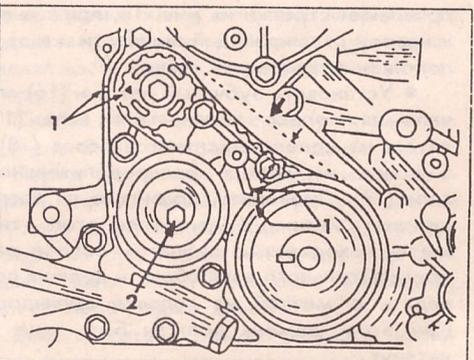

Рис. 88. Контроль натяжения малого ремня. В точке, указанной стрелкой, ремень должен иметь прогиб 5–7 мм. 1 метки 2 болт крепления натяжного ролика
- Проверить, лежат ли на одной линии метки. Пальцем руки надавить на натяжную ветвь ремня (рис. 88) и проверить прогиб ремня. Он должен составлять 5–7 мм.